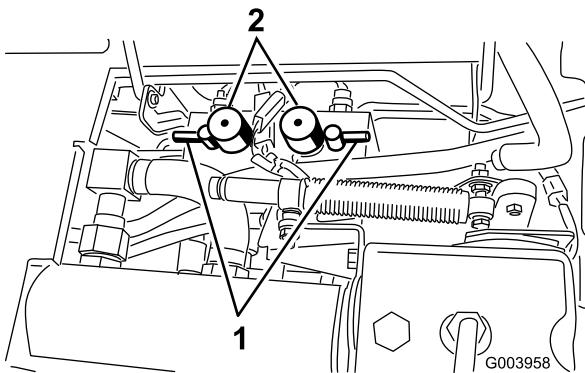

Рисунок 85
- Установите оба регулятора скорости вращения барабана в положение 1 (Рисунок 85).
6. Выберите передний, задний или оба рычага обратного вращения, чтобы определить, заточку каких режущих блоков необходимо произвести (Рисунок 85).